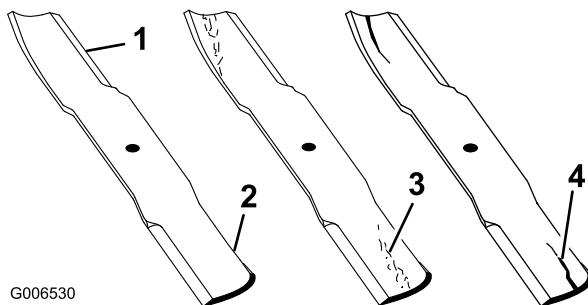

Figure 101
- Examinez attentivement les tranchants de la lame, particulièrement au point de rencontre des parties plane et relevée (Figure 101). Le sable et les matières abrasives peuvent éroder le métal à cet endroit, c'est pourquoi il est important de contrôler l'état de la lame avant d'utiliser la tondeuse. Remplacez la lame si elle vous semble usée (Figure 101).
Si la lame est trop usée, une entaille se forme entre la partie relevée et la partie plane (Figure 101). La lame risque alors de se briser et un morceau peut alors être projeté du dessous de la machine, vous blessant gravement ou une personne à proximité.